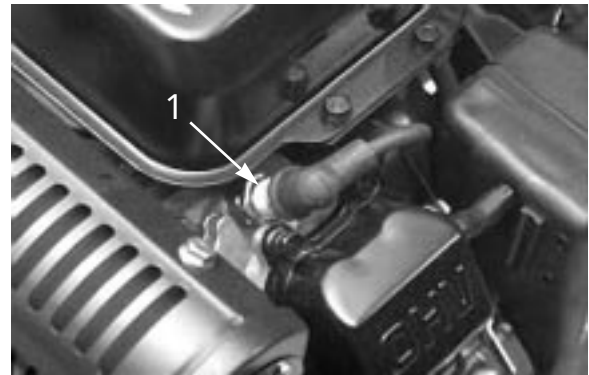

図 31
- 2 . プラグの周囲を清掃し、シリンダ・ヘッドからプラグを外す ( 図 31 )。